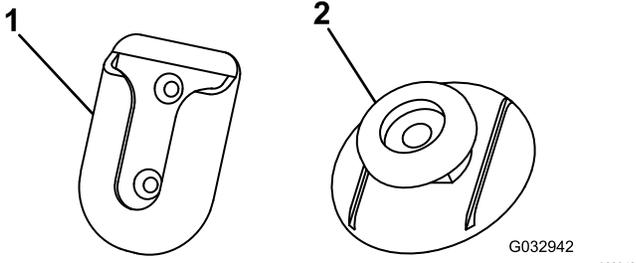

Bild 24
- Reinigen Sie die Rückseite der Drehbefestigung (Bild 24) mit dem Alkoholwisch Tuch und trocknen sie.
- Entfernen Sie das Trägermaterial von einer Seite des Klebematerials und bringen es an der Rückseite der Befestigungsnase an (Bild 24).